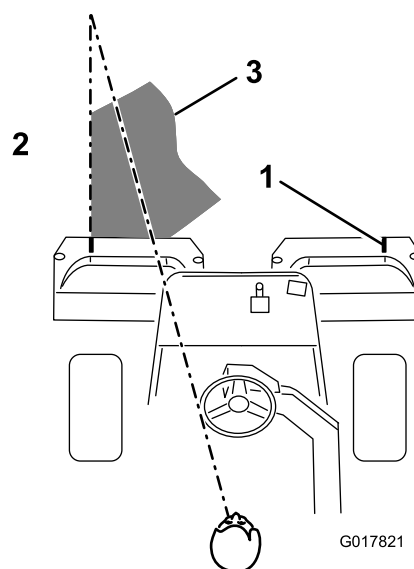

Figura 41
3. Sobreponha uma quantidade mínima com o corte anterior nas passagens adicionais. Para cortar em linha reta ao longo do relvado e de modo a conseguir manter uma distância equitativa entre a extremidade da zona de corte anterior, estabeleça uma linha imaginária de aproximadamente 1,8 a 3 metros à frente da máquina até a extremidade da zona por cortar (Figura 41). Alguns utilizadores acham útil incluir a borda exterior da roda motriz na linha imaginária; por exemplo, mantenha a extremidade da roda motriz alinhada com um ponto que se mantém sempre à mesma distância da dianteira da máquina (Figura 41).